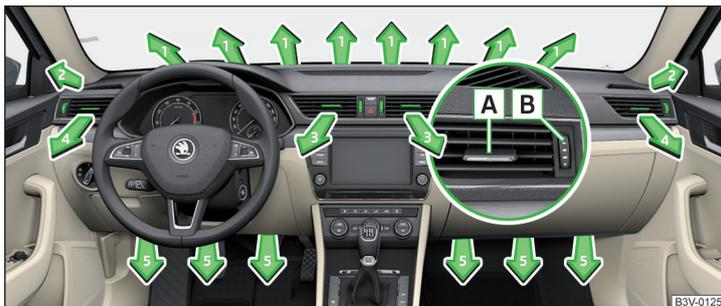
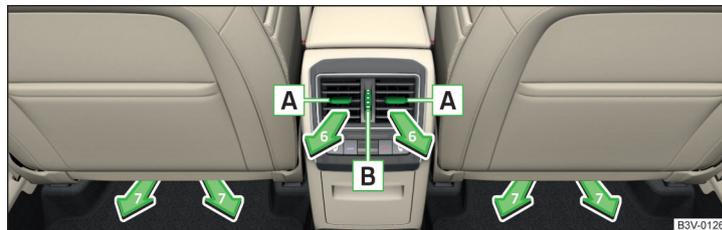

Fig. 157 Diffuseurs d'air avant
Fig. 158 Diffuseurs d'air arrière
Les diffuseurs d'air 3, 4 » fig. 157 et 6 » fig. 158 offrent la possibilité de modifier la direction du débit de l'air et peuvent s'ouvrir et se fermer séparément.
- Pour modifier la hauteur du flux d'air, faites pivoter les lamelles horizontales à l'aide de l'élément de réglage coulissant [A] » fig. 157 ou » fig. 158 vers le haut ou vers le bas.
- Pour modifier la direction latérale du flux d'air, faites pivoter les lamelles verticales à l'aide de l'élément de réglage coulissant [A] » fig. 157 ou » fig. 158 vers la droite ou la gauche.
- Faites tourner le sélecteur [B] » fig. 157 vers le haut » fig. 158.
- Faites tourner le sélecteur [B] » fig. 157 vers le bas » fig. 158.
Réglage de la direction du débit d'air	Busés de sortie d'air actifs » fig. 157 et » fig. 158
Réglage de la direction du débit d'air	Buses de sortie d'air actives » fig. 157 et » fig. 158